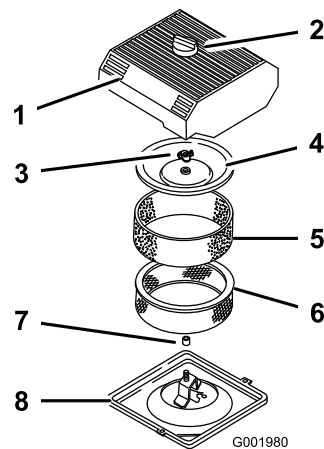

図 43
3. エアクリーナを外したときエンジン内部に異物が入らないよう、周辺をきれいに拭く (図 43)。
4. エア・クリーナのカバーのノブをゆるめてカバーを外す (図 43)。
5. ペーパー・エレメントからスポンジ・エレメントを注意深く取り外す (図 43)。
6. カバー・ナットを外し、カバーとペーパー・エレメントを外す (図 43)。
1. ペーパー・エレメントにスポンジ・エレメントを注意深く取り付ける(図 43)。
3. カバー・ナットを取り付けて指締めする(図 43)。
4. エア・クリーナーのカバーとノブを元通りに取り付ける(図 43)。